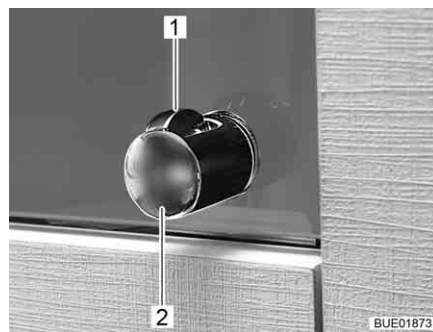

Fig. 40 Poignée avec bouton de déverrouillage
- Enfoncer le bouton de déverrouillage (Fig. 40,1) et le maintenir enfoncé.
- Tirer sur la poignée (Fig. 40,2) jusqu'à ce que l'abattant de placard s'ouvre.